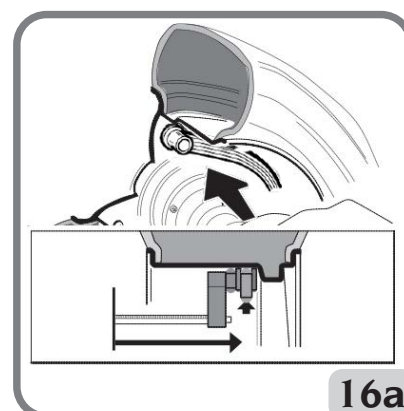

Fig.16a: Acquisition manuelle de la distance du plan externe dans les types de programmes
- Placer l'extrémité du bras automatique de détection au niveau du plan choisi pour l'application de la masse externe (fig. 16a), de la même façon que celle décrite précédemment pour le flanc interne.